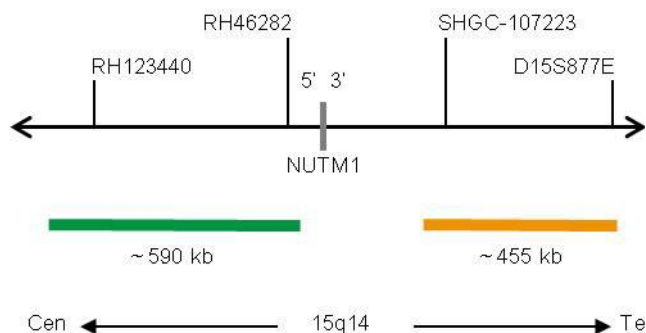

Fig. 1: SPEC NUTM1 Mappa della sonda (non in scala)
- Polinucleotidi (~10 ng/μl) marcati con ZyGreen (eccitazione 503 nm/emissione 528 nm), le cui sequenze target mappano 15q14* (chr15:33,999,791-34,587,649) prossimali al punto di rottura di NUTM1 (vedere Fig. 1).
- Polinucleotidi (~4.5 ng/μl) marcati con ZyOrange (eccitazione 547 nm/emissione 572 nm), le cui sequenze target mappano in 15q14* (chr15:34,873,659-35,326,986) distali al punto di rottura di NUTM1 (vedere Fig. 1).